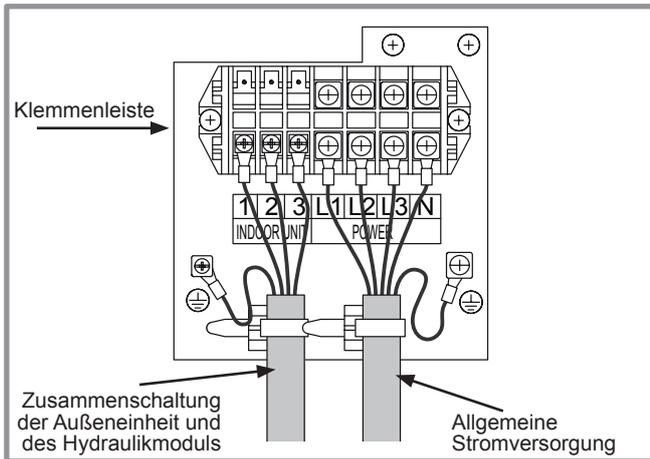
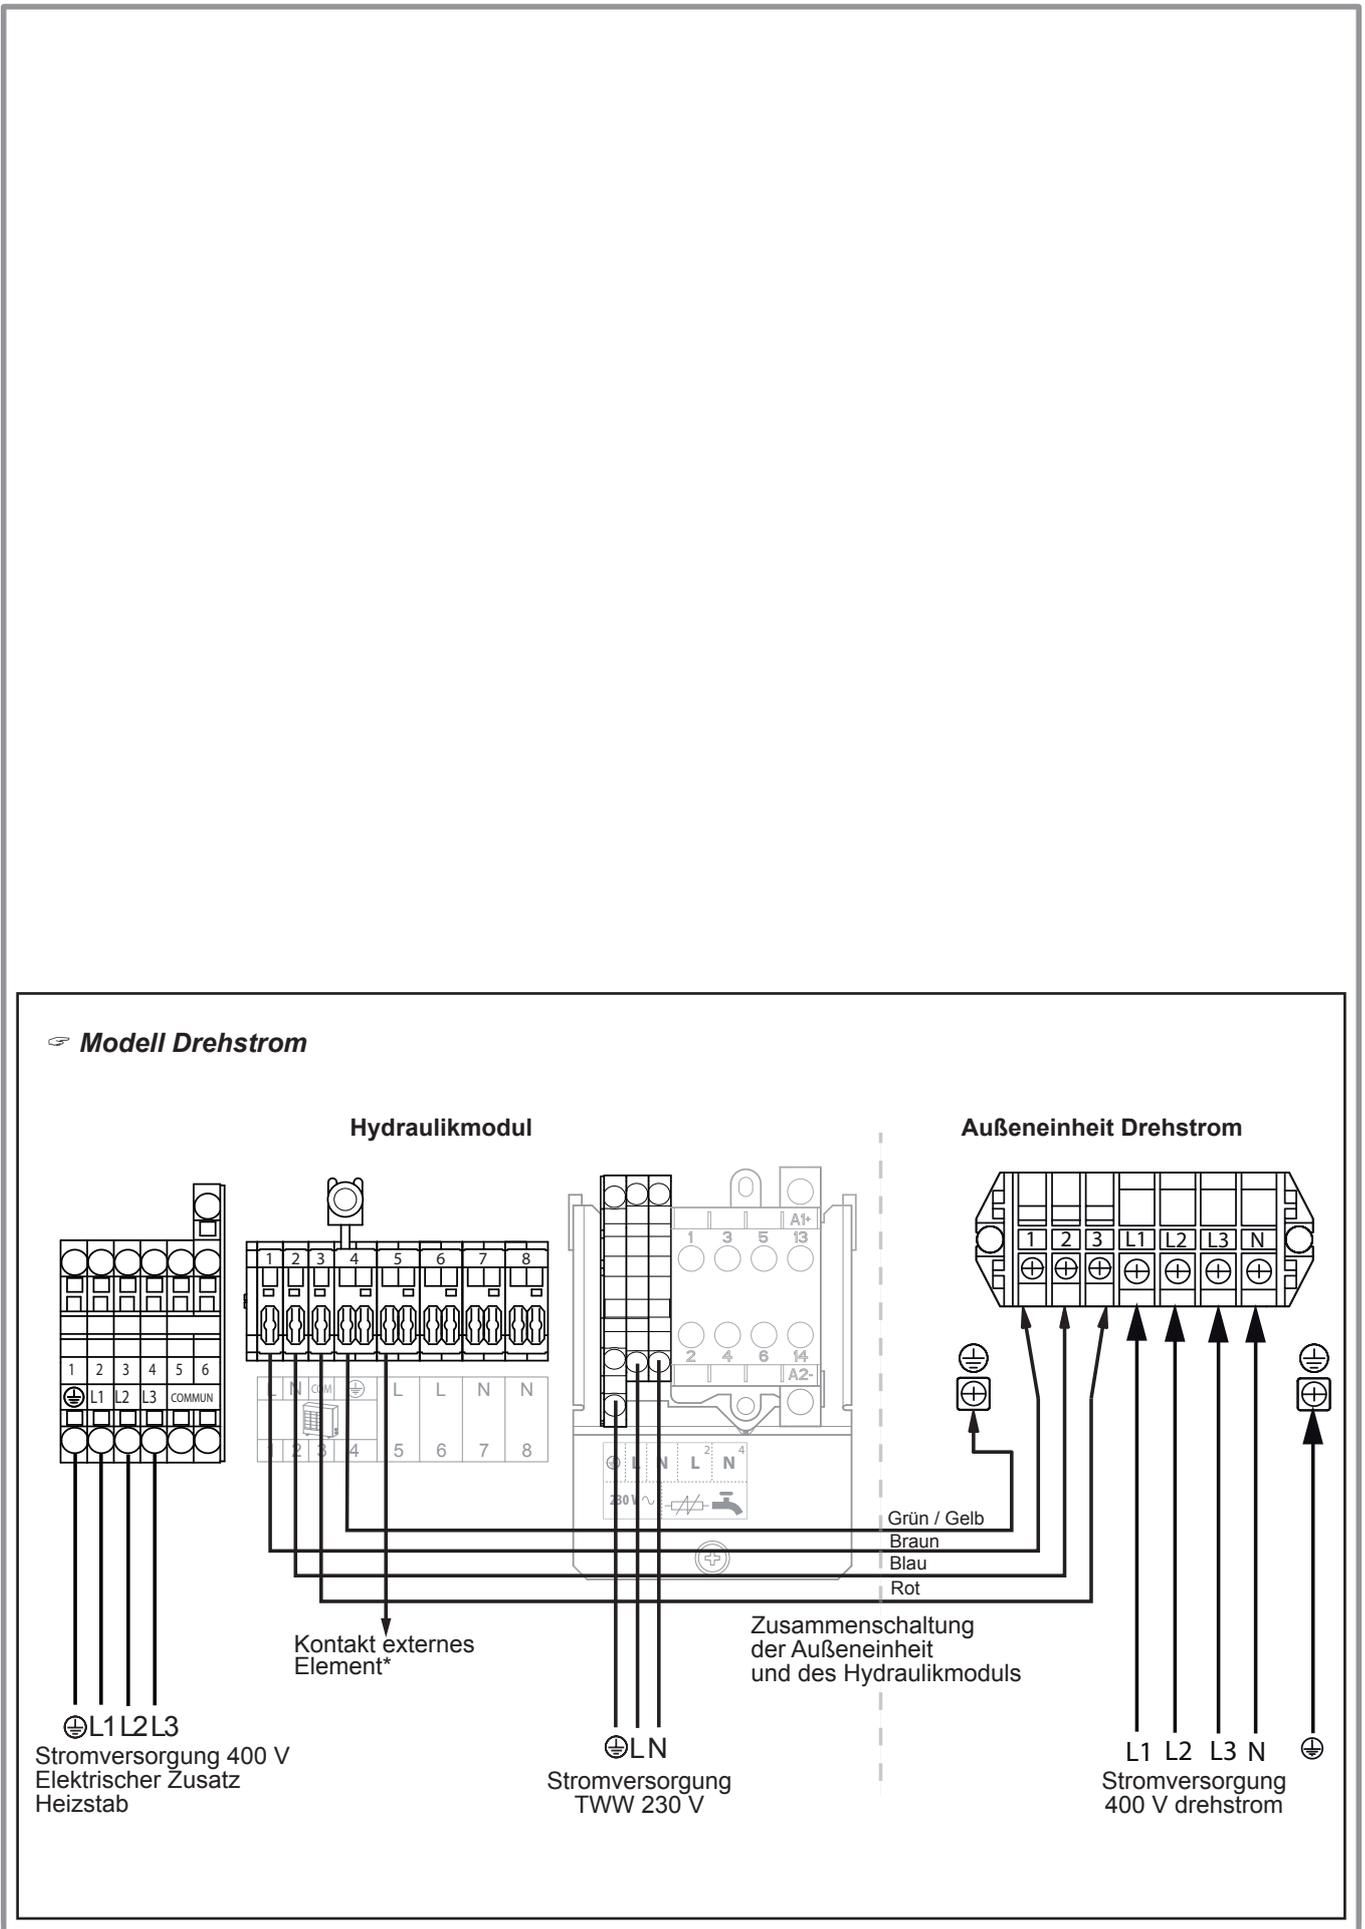

Abbildung 38 - Anschlüsse an der Klemmenleiste der Außeneinheit Drehstrom
Abbildung 44 - Anschließen an die Klemmenleisten und Leistungsrelais
- Die Anschlüsse gemäß den Skizzen Abbildung 38 und Abbildung 44, Seite 39 ausführen.
Die Anschlüsse gemäß der Skizze Abbildung 44 ausführen.